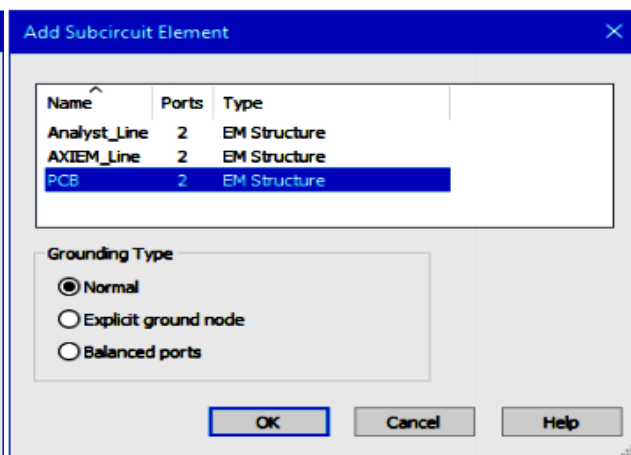

Рис. 92
7. Теперь добавим схему **PCB** к документу **SMA**. Активировав окно топологии EM-структуры **SMA**, выберите **Draw>Add Subcircuit**, чтобы открыть диалоговое окно **Add Subcircuit Element** (рис. 92). Выберите **PCB** и нажмите **OK**.